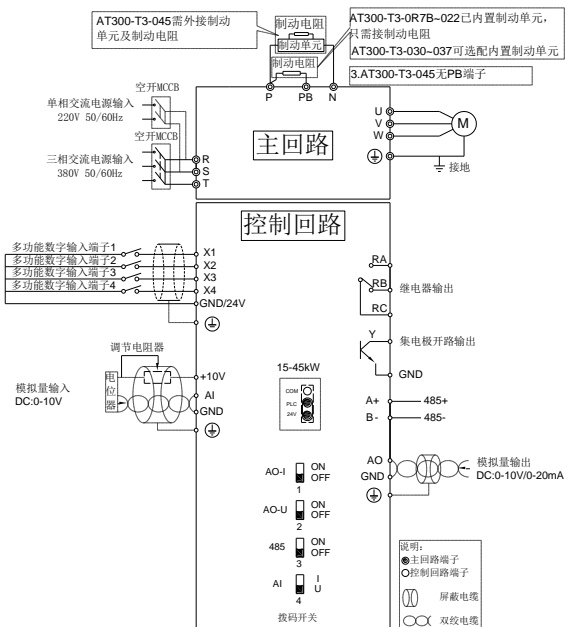

图 3-2 变频器 15-45kW 接线示意图
2) AT300 系列变频器 15-45kW 接线方式如图 3-2 所示: